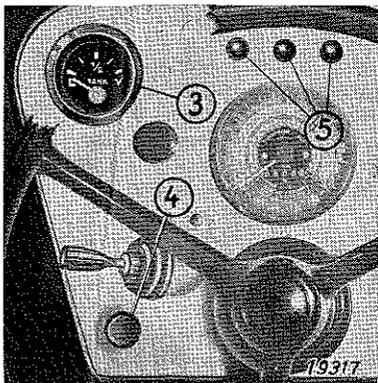

Bild 11
Die Funktion des Blinklichtes wird durch 3 rote Leuchten ⑤ (Bild 11) angezeigt.